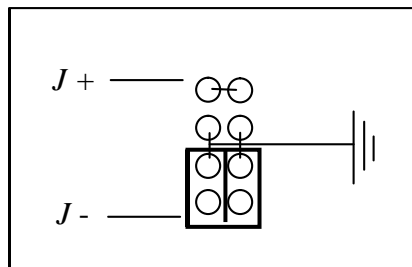

Рис. 9 Заземление минусовой клеммы
12.3 На основной плате возле отрицательной выходной шины найдите разъем заземления – см. рис. 9. Заводская установка перемычки – заземление по минусовой клемме источника.